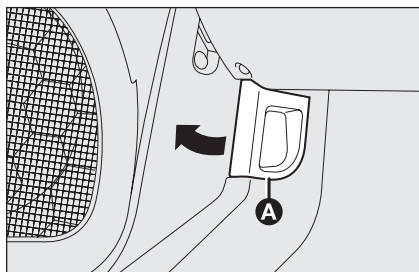

fig. 118
- tirare la leva **A**-fig. 118 nel senso indicato dalla freccia;